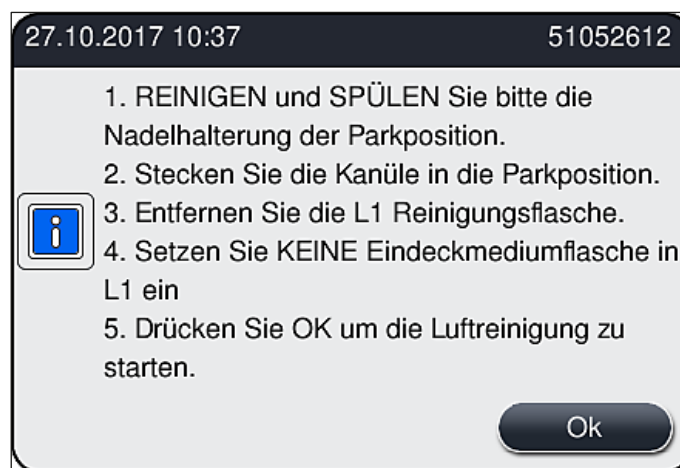

Abb. 105
4. Die nächste Meldung (→ Abb. 105) mit Anweisungen beachten und mit der Taste **Ok** bestätigen.